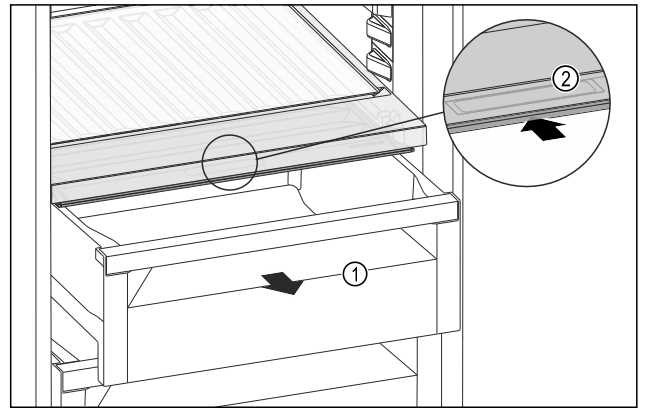

Fig. 133
- ▶ 拉出抽屉 Fig. 133 (1)。
- ▶ 抓住抽屉盖上的内嵌式拉手 Fig. 133 (2)，并同时向后推入抽屉盖。